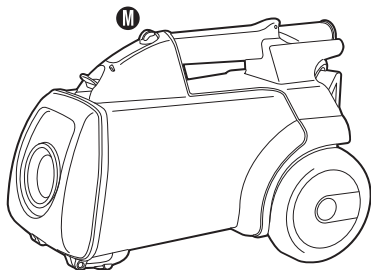

FIG. 8
- Step 7:** Push on/off switch **M**. Press once to turn on. Press again to turn off (Fig. 8).
- Step 5:** Push on/off switch **M**. Press once to turn on. Press again to turn off (Fig. 8).
Étape 7 : Poussez le bouton de marche-arrêt **M**. Appuyez une fois pour mettre en service. Appuyez une nouvelle fois pour arrêter (Fig. 8).
Étape 5 : Poussez le bouton de marche-arrêt **M**. Appuyez une fois pour mettre en service. Appuyez une nouvelle fois pour arrêter (Fig. 8).
Paso 7: Pulse el interruptor de encendido **M**. Púlselo una vez para encender la aspiradora. Púlselo otra vez para apagarla (Fig. 8).
Paso 5: Pulse el interruptor de encendido **M**. Púlselo una vez para encender la aspiradora. Púlselo otra vez para apagarla (Fig. 8).